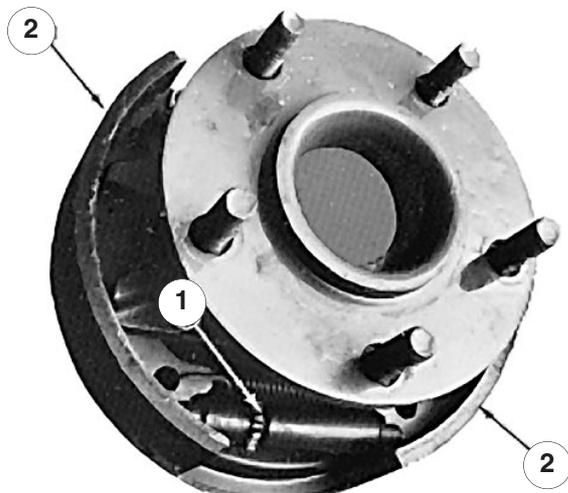

Bild 47
6. Drehen Sie die Sternmutter (Bild 46) mit einem Bremseinstellwerkzeug oder einem Schraubenzieher nach unten, bis die Bremstrommel (Bild 47) aufgrund des Drucks der Bremschuhe (Bild 47) nach außen einrastet.